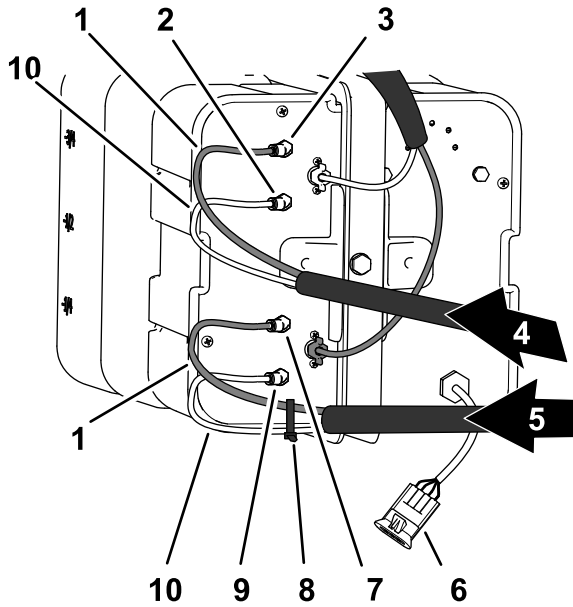

Figura 14
- En el panel de conexiones del compresor del kit de marcador de espuma, coloque una brida alrededor de los tubos transparente y azul de la sección de fumigación derecha (Figura 14).